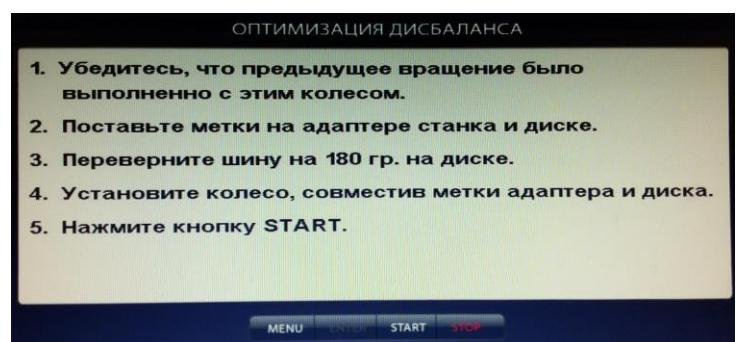
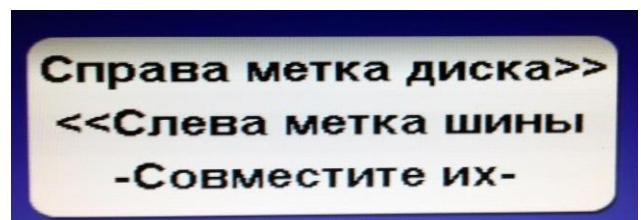

Рис. 16.2.
Рис. 16.3.
16.2. Для входа в программу Opt нажмите кнопку «MENU» после чего на экране монитора появится окно (рис. 16.1). Далее выбрать программу «Оптимизация», нажав кнопку 3, после чего на экране монитора появится окно (рис. 16.2). Далее выполните операции согласно указаниям в окне (рис.16.2).
16.3. После выполнения п.5 в окне (рис.16.2) на экране монитора появится окно (рис 16.3), а на индикаторах 1 (рис. 8.2) отобразится величина статического дисбаланса колеса, а на индикаторах 4 - величина дисбаланса колеса, которую можно получить после завершения программы Opt. Поставьте метки на шине и диске согласно указаниям в окне (рис.16.3).